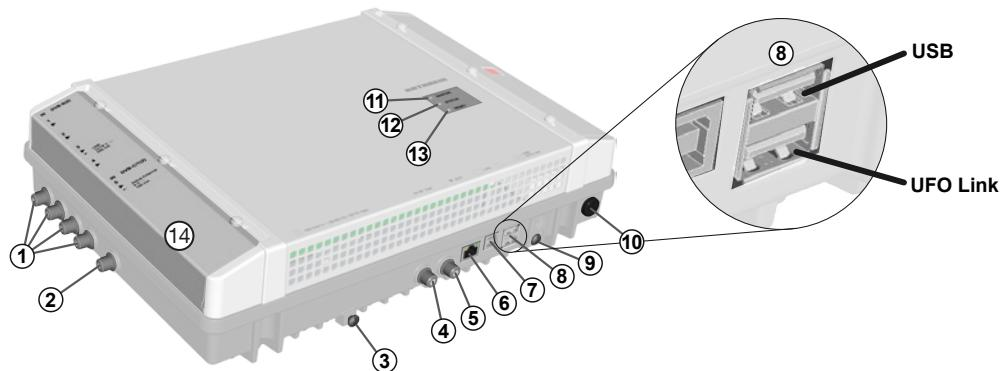

Abb. 1: Geräteteile
- Gehäuse nicht öffnen und Gerät nicht verändern. Andernfalls erlöschen die Garantie und die Gewährleistung. Ausnahme: Abdeckung der CI-Schächte (14 in Abb. 1, S. 3)
1. Schließen Sie eine Potenzialausgleichsleitung (Cu,  $\geq 4 \text{ mm}^2$ ) an der Erdungsschraube an; siehe ⑨ in Abb. 1, S. 3.
- Die Stecker müssen am Master und Slave in die jeweils passende UFO Link-Schnittstelle gesteckt werden (⑩ in Abb. 1).
4. Schließen Sie die HF-Signalleitungen für Antenne, Kabelnetz und Ausgang an die Kopfstellen an; siehe ①, ② und ⑤ in Abb. 1, S. 3. Achten Sie darauf, die Ein- und Ausgangsleitungen dem Master und dem Slave richtig zuzuordnen.2)